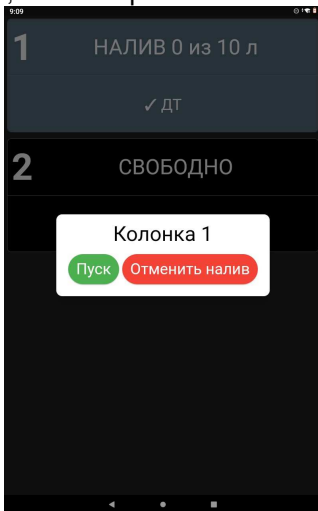

Рисунок 16
– для начала отпуска заданной дозы топлива необходимо снять раздаточный кран. Если на момент задания дозы раздаточный кран снят (галочка рядом с видом топлива указывает на то, что раздаточный кран снят) – необходимо подтвердить начало отпуска топлива с экрана планшета, повторно нажав на строку и выбрав "Пуск" (рисунок 16). Если выбрать "Отменить налив", то налив не начнется, а ТРК вернется в состояние "Свободно";